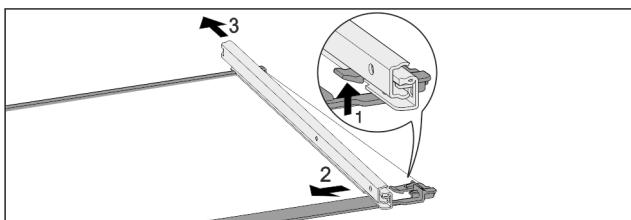

Fig. 104 Steklena plošča z vodili
- Sprednji zaskočni kaveljček potisnite navzgor. Fig. 104 (1)
- Izvlečno vodilo potisnite Fig. 104 (2) na stran Fig. 104 (3) in nazaj.